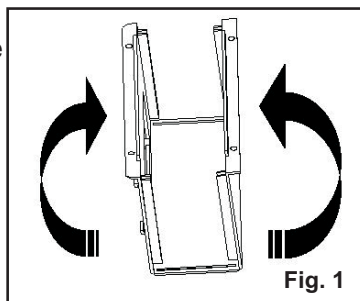

Fig. 1
- 1) Pliez les deux côtés de l'imperméable à 90° afin que les brides fassent face à l'extérieur. Fig 1